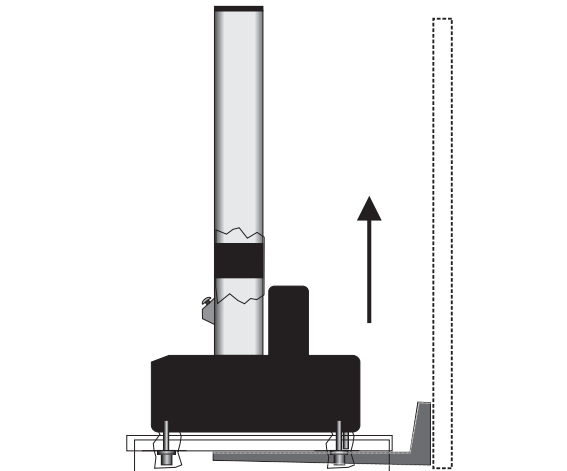

Abbildung 11. Anheben des Prüfrahmens mithilfe des Versandgestells
2. Fahren Sie mit der Gabel vorsichtig unter das Versandgestell wie in Abbildung 11 auf Seite 63 gezeigt.